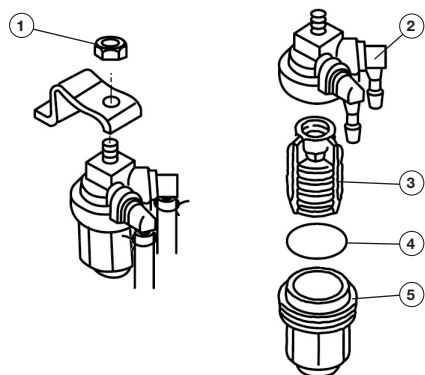

Рис. 45 Обслуживание топливного фильтра
2. Открутите гайку 1 крепления фильтра в сборе (Рис. 45А) и снимите фильтр.
3. Подложите под фильтр кусок ветоши, затем открутите стакан 5 фильтра (Рис. 45В). Если в топливе в стакане фильтра будет обнаружено какое-либо количество воды, внешний топливный бак должен быть проверен и промыт.
4. Извлеките фильтрующий элемент 3 и промойте его чистым бензином. Дайте ему просохнуть. Затем осмотрите фильтрующий элемент 3 и уплотнительное кольцо 4, чтобы убедиться, что они находятся в хорошем состоянии (Рис. 45В). Если потребуется, произведите их замену.
5. Произведите очистку стакана 5 фильтра (Рис. 45В).